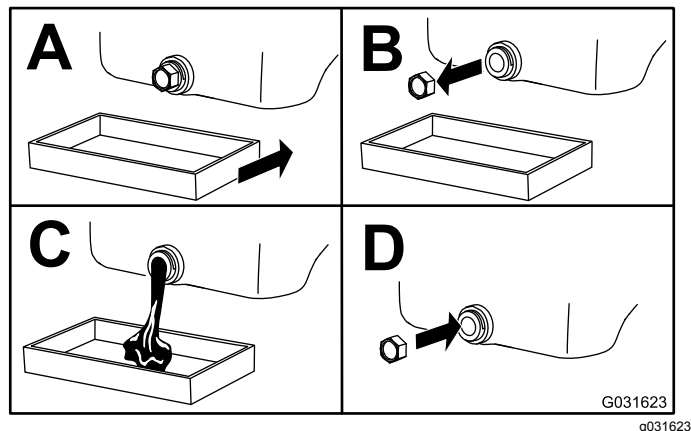

Figura 33
3. Cambiate l'olio motore (Figura 33).